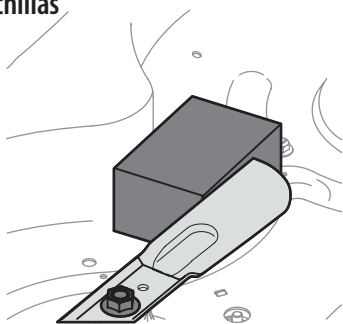

Figura 24
- Coloque un bloque de madera entre el deflector del alojamiento de la plataforma y la cuchilla de corte para que actúe como estabilizador. Consulte la Figura 24.